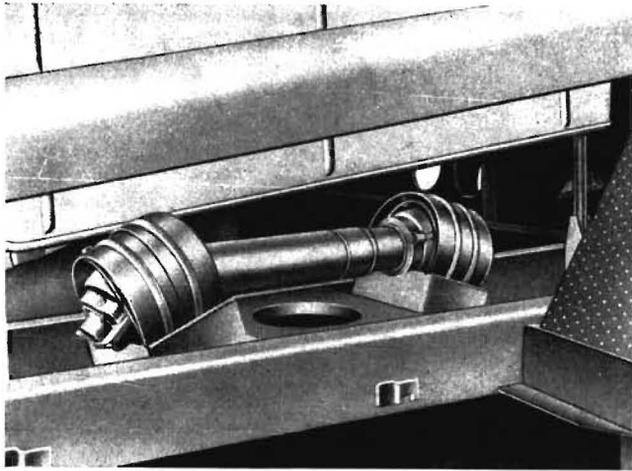

Bild 23
- Gelenkwelle mit Schutz am Fahrgestell in den dafür vorgesehenen Schalen ablegen (Bild 23)